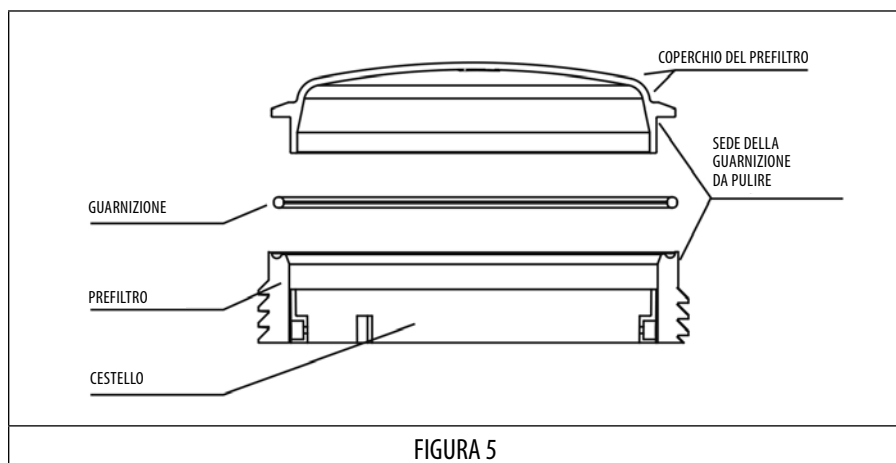

FIGURA 5
- Ogni volta che si apre il prefiltro, pulire dalla sporcizia la guarnizione e il suo appoggio, per assicurare la sigillatura alla chiusura del coperchio. (FIGURA 5)